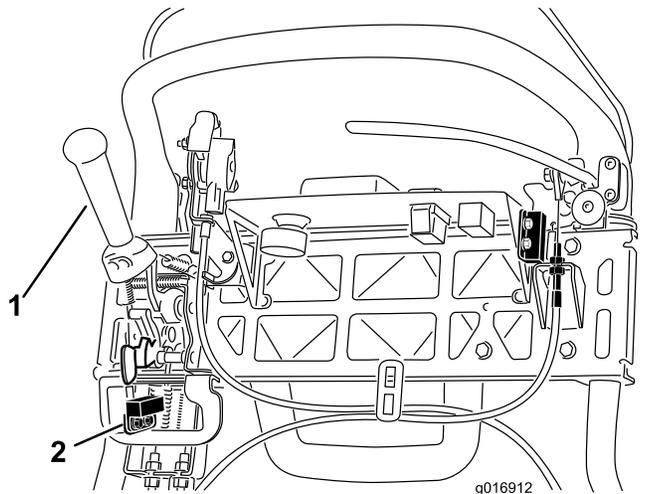

图41
4. 松开联锁开关紧固件(图41)。
5. 在牵引杆与联锁开关之间放入 1.6mm 厚的塞尺(图41)。